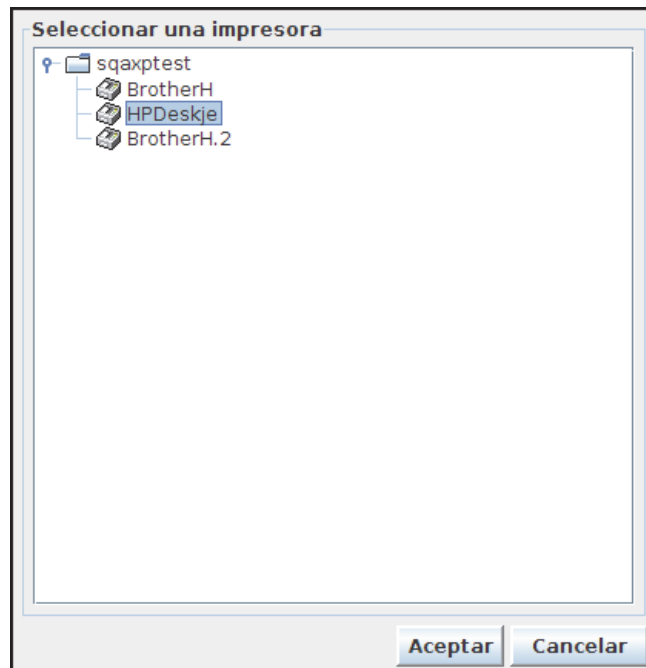

Figura 9-6 Cuadro de diálogo Select a Network Shared Printer (Seleccionar una impresora compartida en red)
3. Seleccione browse (examinar) para seleccionar la ruta para la impresora compartida. A continuación, aparece el cuadro de diálogo Select a Printer (Seleccionar una impresora). Una red informática debe haberse agregado a la lista de recursos compartidos en la pantalla SHARED (COMPARTIDO) (consulte Añadir un ordenador en red en la página 8-18). Seleccione la red informática a la que está conectada la impresora compartida. Expanda el almacenamiento del equipo haciendo clic en el icono de expandir/contraer () y seleccione la impresora compartida que desee (Figura 9-6).